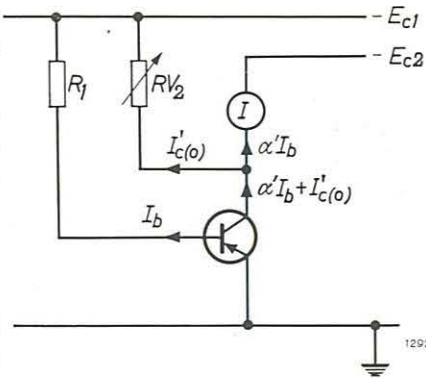

Fig. 3
3. Mesure du gain de courant α' (fig. 3)